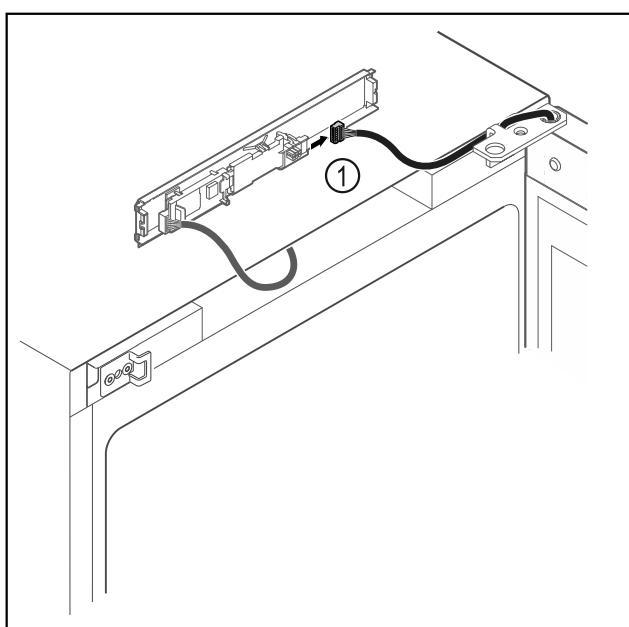

Fig. 12
- Shkëputni spinën Fig. 12 (1) nga qarku.